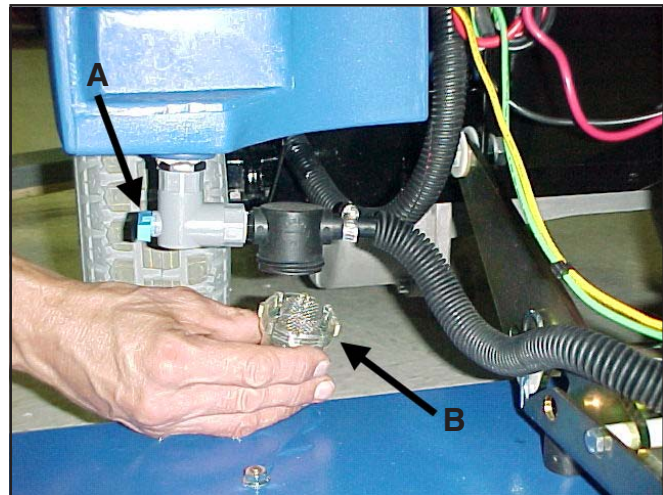

Figura 30
1. Gire la válvula de solución hasta la posición "OFF" (apagado). Ver figura 30.